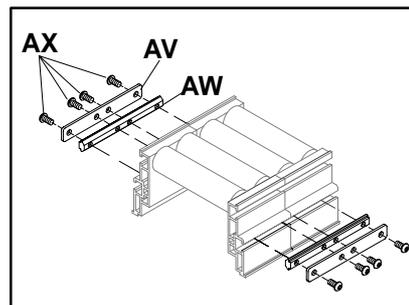

**Figure 15: Pied en aluminium réglable et composants de réglage pour convoyeur LPZ**
## Pieds réglables en aluminium (Figure 15)
Ce type de pied est composé de deux étais verticaux rainurés en aluminium (AO de la figure 15) et de deux pattes de fixation coulissante en acier (AP). Chaque patte coulissante peut être montée ou descendue de leur étai vertical respectif. La position verticale réglée peut être bloquée en serrant deux (2) vis extérieures (AQ). Une entretoise de stabilisation (AR), repositionnable, est également fournie (aucune pour un support court).